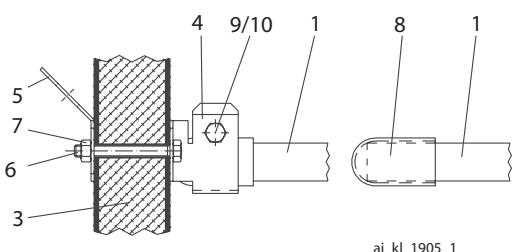
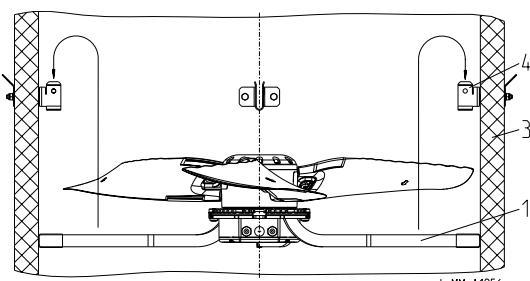

Figura 2
Figura 3
Fijar la escuadra de soporte (4) y el estribo de sujeción (5) **figura 2** con tornillos (6), pero apretar éstos sólo hasta el punto que ni la escuadra de soporte ni el estribo de sujeción se empotren en la pared de la chimenea (3).
Para el aseguramiento de los tornillos se utilizan tuercas autofijadoras (7). Las caperuzas protectoras (8) suministradas deben colocarse sobre los extremos de los brazos portantes del ventilador (1), **figura 2**.
Introducir el ventilador (1) según la **figura 3** en la chimenea y centrarlo en las escuadras de soporte (4). Adicionalmente, el soporte debe asegurarse mediante el atornillamiento (9/10) según la **figura 2**. Los cuatro estribos de fijación (5) tienen la forma de ojetes para el transporte y, en caso necesario, pueden utilizarse para la fijación adicional p.ej. mediante cables portadores, para aliviar a la chimenea del peso de ventiladores de gran tamaño.